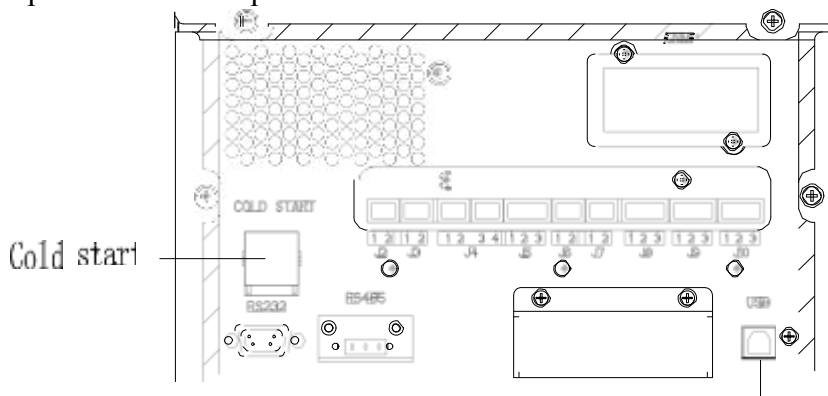

Рис.5-1 Положение кнопки «холодного старта»
2. Нажмите красную кнопку «холодного старта» (см. Рис. 5-1). Система начинает работать от батареи.